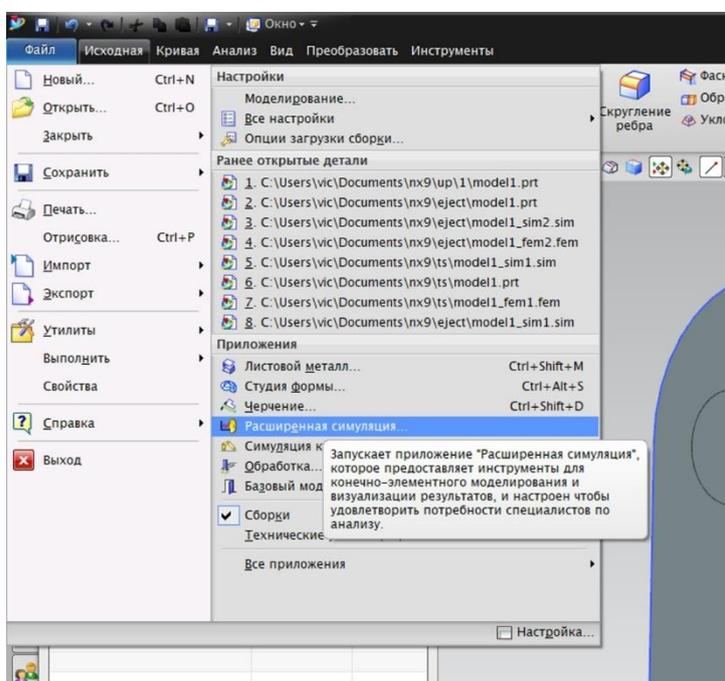

Рис. 1.2. Переход к Расширенной симуляции
2. Перейдите в оболочку программного модуля (рис. 1.2) «**Расширенная симуляция**». Закладка панели инструментов «**Файл**» – Пункт «**Расширенная симуляция**».